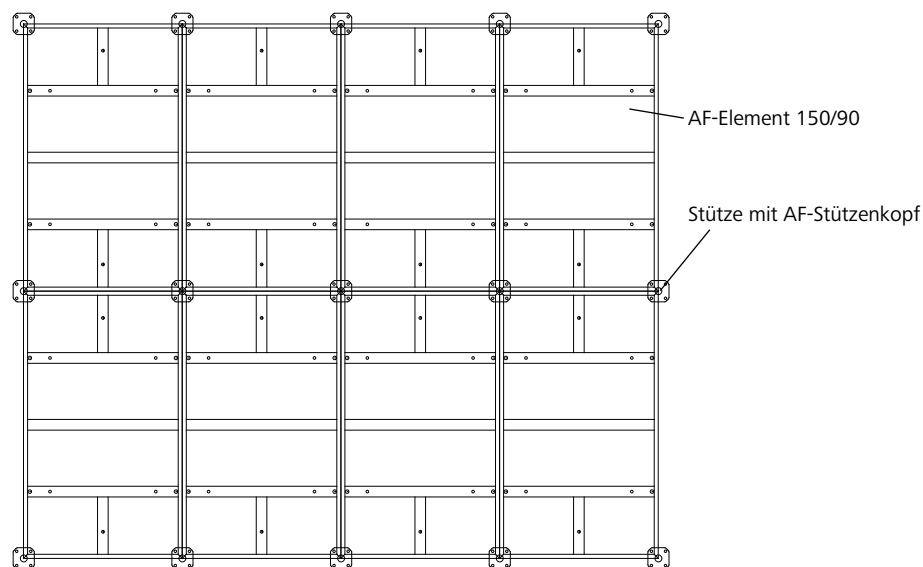

Abb. 10.2
* Zwischenwerte sind in der Abb. 10.2 zu entnehmen und auf ganze mm zu runden
Zulässige Belastungen beim Einsatz von AluFix 150/90 (Abb. 10.2)